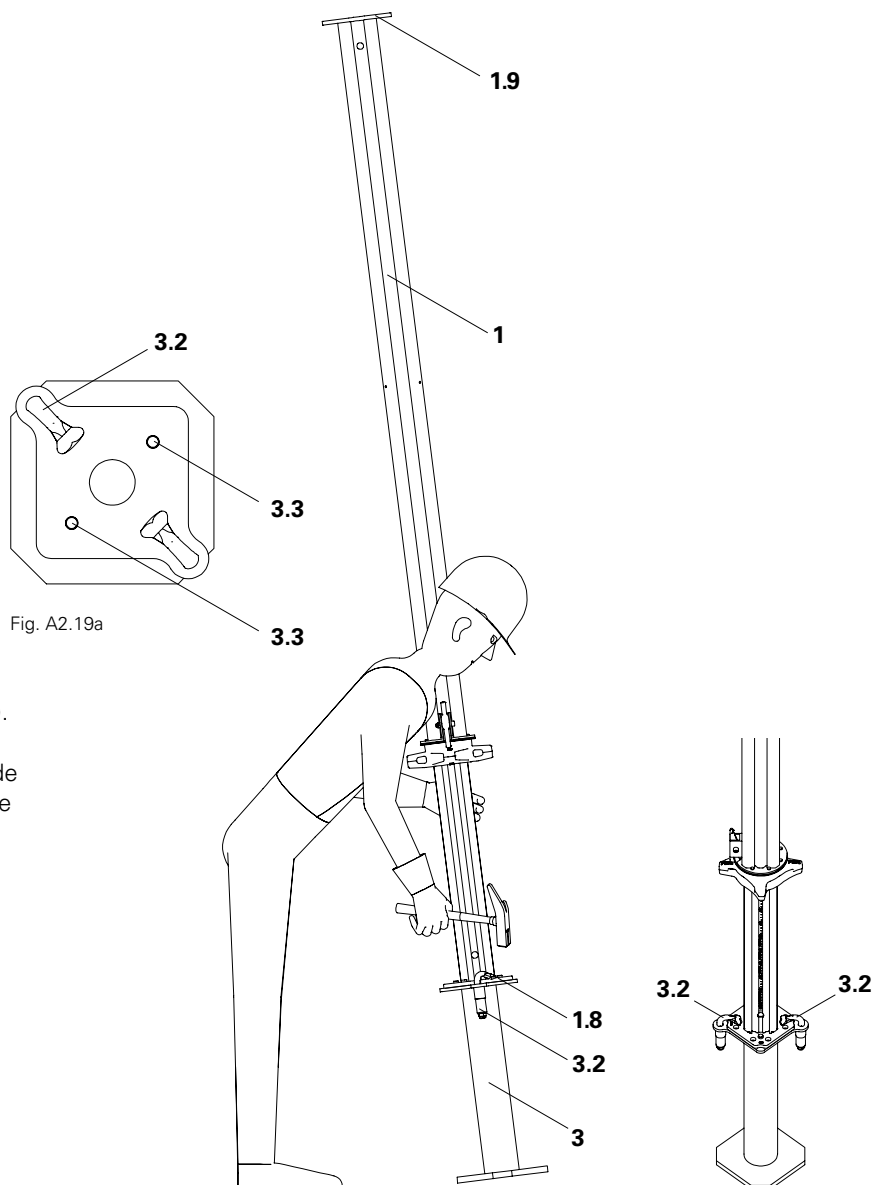

Fig. A2.19
3. A l'aide d'un marteau, emmancher la griffe de serrage 3.2 sur la platine de pied ou de tête de l'étais. (Fig. A2.19) La rallonge MP 50 est connecté à l'étais.